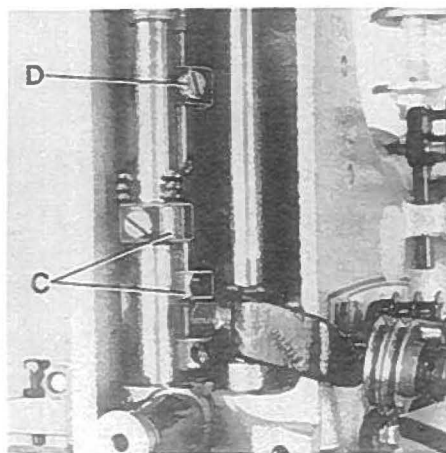

Fig.25
By relocating the collars (C, Fig. 25) which serve as a leaf spring rest, on the left and right presser bar, the pressure can be changed. Raising the collars increases the pressure, lowering the collars decreases it.
The presser foot lift is limited with the upper stop collar (D, Fig. 25) on the right presser bar. When the needles are in their lowest position and the presser foot is lifted with the presser foot lifter lever, the needle holder should not contact the presser foot. Besides this, the lifted presser foot should not contact the right upper spreader moving upwards. Set the stop collar (D) accordingly.
Durch Verstellen der als Blattfederauflage dienenden Stellringe (C, Fig. 25) auf der linken und rechten Drückerfußstange, kann der Druck verändert werden. Verstellen der Stellringe nach oben verstärkt, verstellen nach unten verringert den Druck.
Der Hub des Drückerfußes wird mit dem Anschlag-Stellring (D, Fig. 25) oben auf der rechten Drückerfußstange begrenzt. Wenn die Nadeln in der untersten Stellung sind und der Drückerfuß mit dem Drückerfuß-Lifterhebel angehoben wird, darf der Nadelhalter den Drückerfuß nicht berühren. Zudem darf der geliftete Drückerfuß den nach oben gehenden rechten oberen Blindgreifer nicht berühren. Stellen Sie den Anschlag-Stellring (D) entsprechend ein.